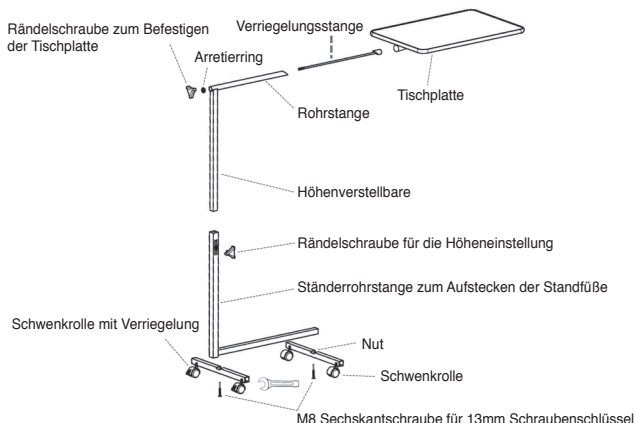

ABBILDUNG 1 Montage des Bettischs
**3 Montage des Bettischs (ℹ️ Siehe ABBILDUNG 1)**